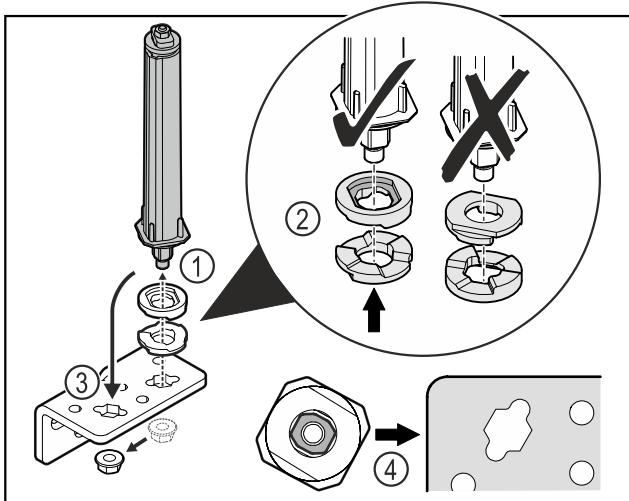

Fig. 31
- Otpustite maticu i skinite sustav zatvaranja vrata Fig. 31 (1).
- Pazite na ispravno poravnanje pločica za namještanje visine Fig. 31 (2).
- Premjestite sustav zatvaranja vrata u kutnim šarkama i pričvrstite ga maticom Fig. 31 (3).
- Pri umetanju pazite na ispravno poravnanje sustava zatvaranja vrata Fig. 31 (4).